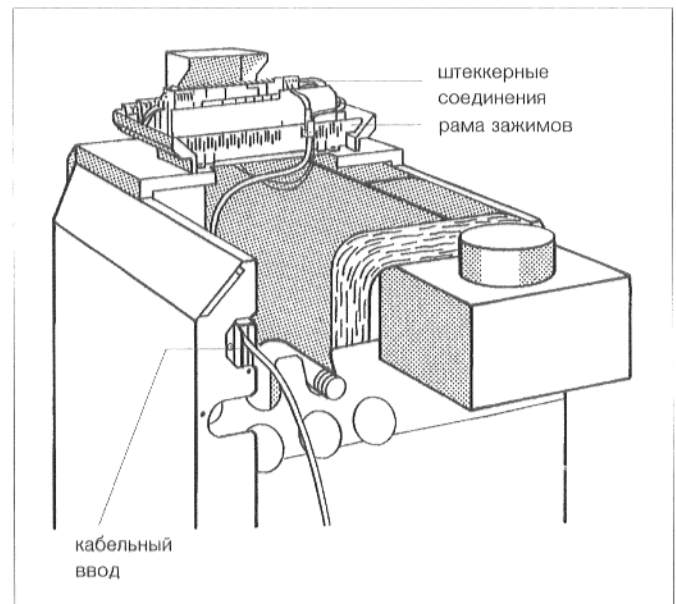
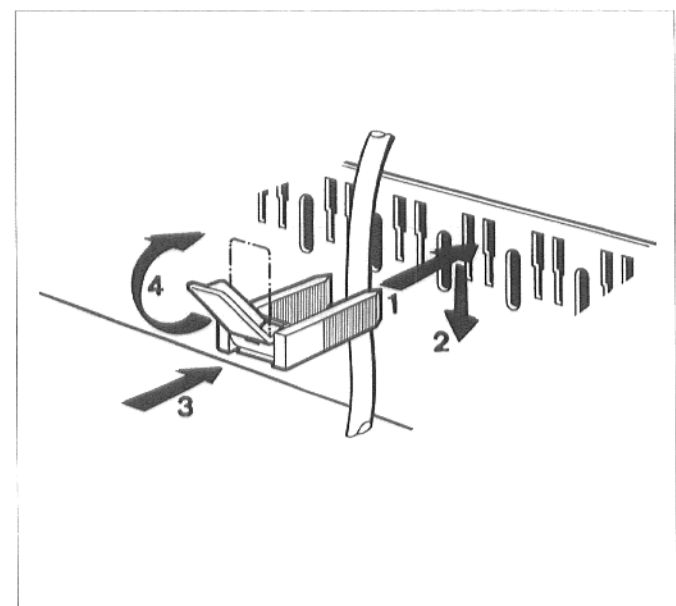

Рис. 18: кабельный ввод и штекерные соединения
Рис. 19: крепление кабеля кабельным зажимом
- Подключить электропроводку к штекерным соединениям, соответственно схеме соединений (рис. 18).
Проложить провода сзади, через кабельные вводы, к регулятору (рис. 18).
- Все провода следует закрепить зажимами: вставить зажимы для крепления кабеля с вложенным проводом сверху в раму зажимов (рис. 18); ребро рычажка должно при этом показывать вверх. Вдавить кабельный зажим вниз, при этом придавливая его. Повернуть рычажок вверх (рис. 19).